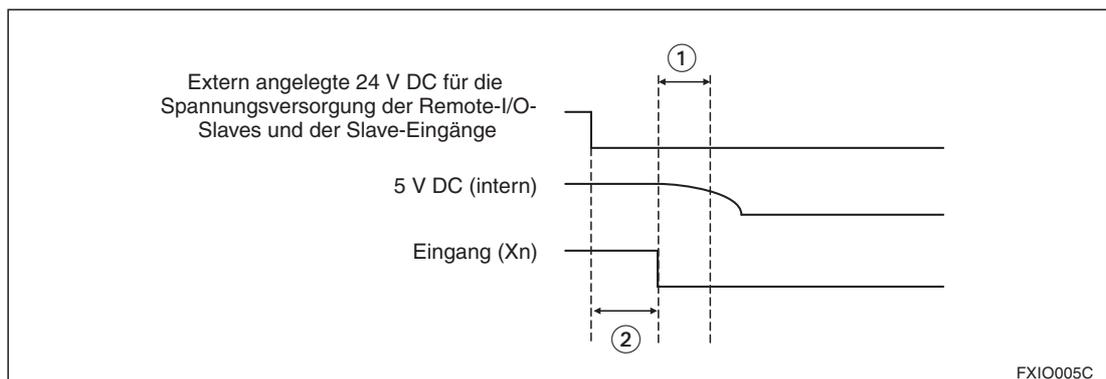

Abb. 3-3: Undefinierter Eingangszustand
Bei einem plötzlichen Spannungsabfall der extern angelegten 24 V DC ist die Zeit bis zum Abschalten der internen 5 V DC kleiner als die Ansprechverzögerung der Eingänge der Slaves (②). Wird in der Zeitspanne ① in der folgenden Abbildung eine E/A-Aktualisierung durchgeführt, wird der Eingang Xn des Remote-I/O-Slaves als gesetzt gemeldet, obwohl die Versorgungsspannung des Slaves abgeschaltet wurde (undefinierter Zustand). Der Eingang Xn wird erst nach der Ansprechverzögerung (EIN → AUS) als zurückgesetzt gemeldet. Abb. 3-3 stellt dieses Verhalten schematisch dar.